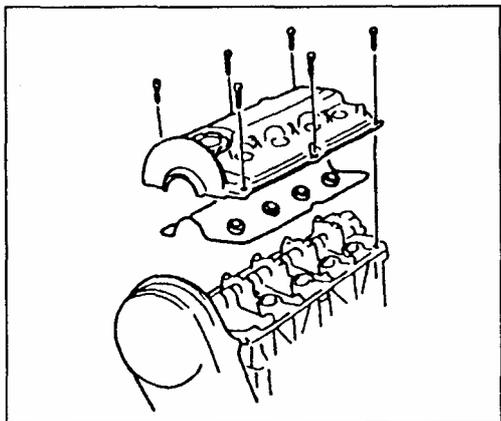

Рис. 93
- 8) Снимите крышку головки блока цилиндров и полностью ослабьте все винты регулировки зазоров клапанов (Рис. 93).